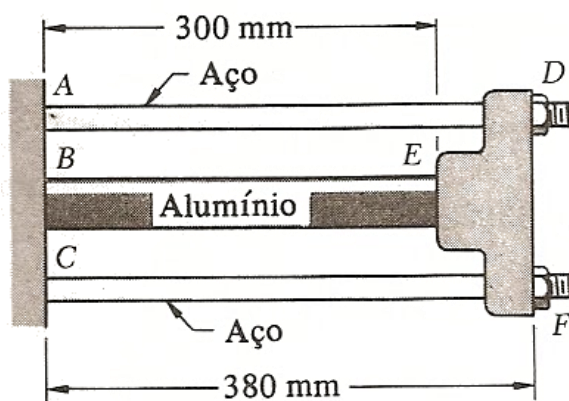

Figura 2.31
2.5.5 O bloco DEF da Figura 2.31 é ligado à barra BE por meio de dois parafusos, AD e CF. A barra tem 40 mm de diâmetro e os parafusos têm 20 mm de diâmetro. O passo da rosca de cada parafuso é de 2 mm e, após terem sido ajustados, as porcas sofrem um deslocamento axial igual a um quarto de volta. Sabendo-se que para o aço $E = 200 \text{ GPa}$ e para o alumínio $E = 70 \text{ GPa}$, determine a tensão em cada parafuso.